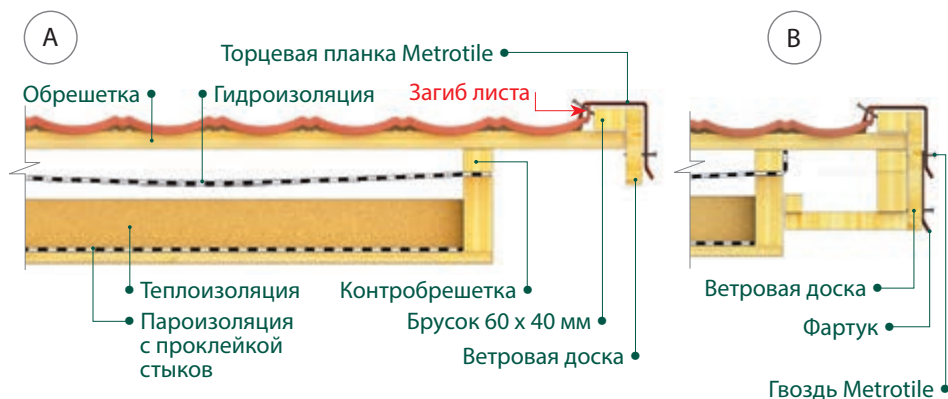

Рис.16 А,В. Монтаж черепицы на фронтоне. Разрез
Смонтируйте кровельные листы заподлицо с торцами брусков обрешетки **РИС. 16**. При помощи гибочного станка или ручного гибочного приспособления отогните вверх на 90° края листов на расстояние 30–40 мм **РИС. 17.2**. К брусу 60 x 40 на обрешетке прикрепите ветровую доску сечением 25 x 130 мм.
- Сечение узла крепления торцевой планки см. **РИС. 16–А**.
- Если толщина кровельного пирога на фронтоне превышает 130 мм, под торцевую планку подложите дополнительный фартук, изготовленный из плоского листа, либо покрывающий фартук. **РИС. 16–В**